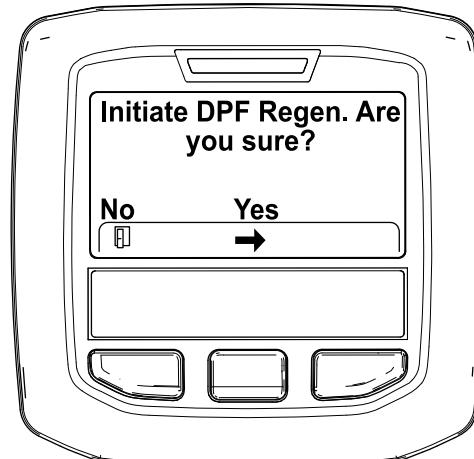

Figure 44
4. Quand le message « Initiate DPF Regen. Are you sure? » (lancer régénération FAP. Êtes-vous sûr(e) ?) s'affiche, appuyez sur le bouton central (Figure 44).